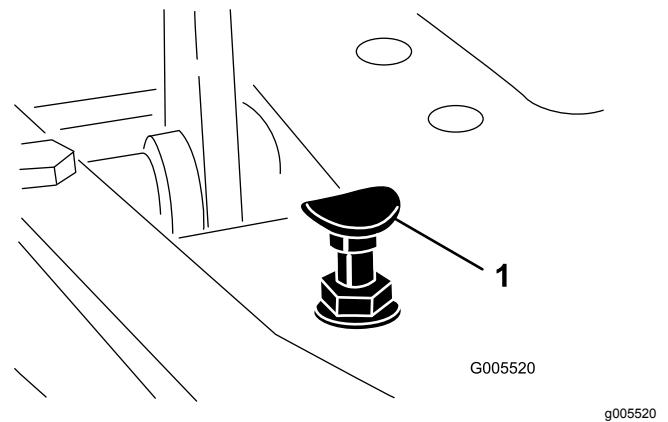

Figura 54
Per ottenere la velocità massima di trasferimento mettete la leva di comando delle funzioni in posizione di trasferimento, e premete il pedale di trazione. Se il pedale tocca il fermo (Figura 54) prima che avvertiate la tensione sul cavo:
1. Spostate la leva di comando delle funzioni in posizione di trasferimento e allentate il dado di bloccaggio che fissa il fermo del pedale alla piastra di appoggio (Figura 54);